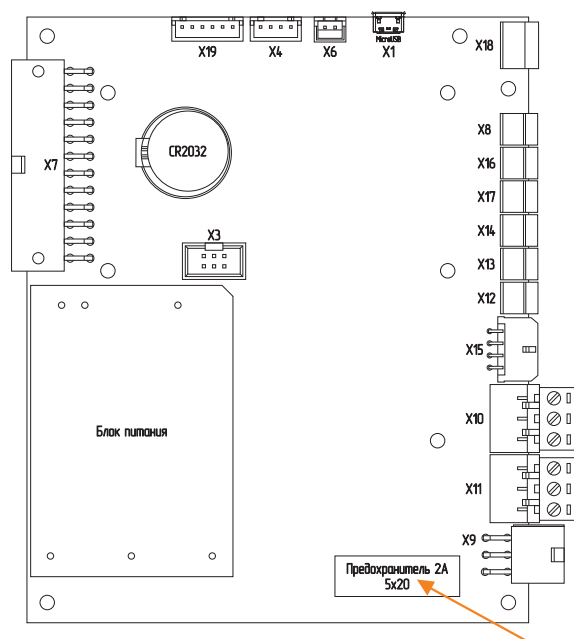

Рис.22 Плата контроллера
3. замените предохранитель **Рис.22** (запасной предохранитель в базовой комплектации котла).